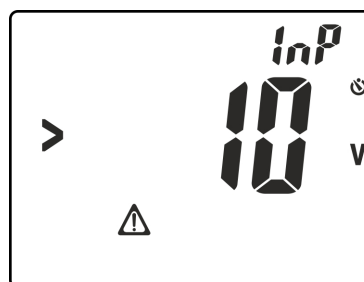

Fig. 17: Présence d'une tension sur les bornes d'entrée
7. Cliquer sur la touche **GO/HOLD** pour activer l'essai. Il est possible d'afficher la page-écran de Fig. 17 à l'écran pour signaler la présence d'une tension $>10V$ sur les bornes d'entrée, qui bloque le déroulement du test
7. Cliquer sur la touche **GO/HOLD** pour activer l'essai. Il est possible d'afficher la page-écran de Fig. 17 à l'écran pour signaler la présence d'une tension **>10V** sur les bornes d'entrée, qui bloque le déroulement du test